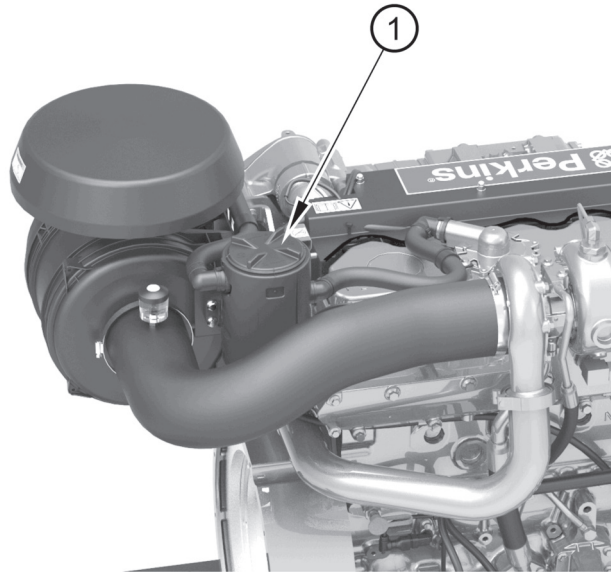

Abbildung 35
1. Schrauben Sie den Lüfterdeckel (Abbildung 35 Nummer 1) gegen den Uhrzeigersinn vom Hauptgehäuse ab.